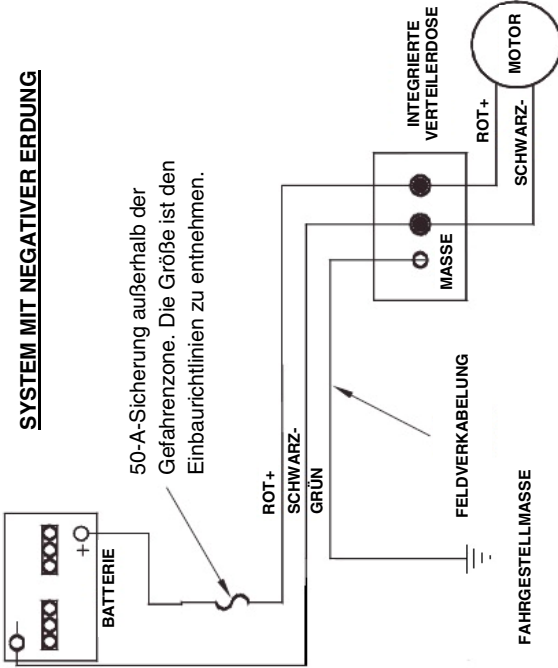

Abb. 1
1. Das 1-1/4-Zoll-Rohr in den Tankadapter schrauben. Das Gewinde mit einem geeigneten Dichtmittel flüssigkeitsdicht abdichten (Abb. 1).